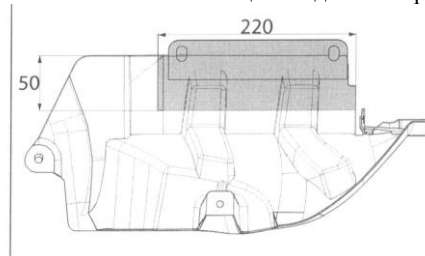

Рис.2 Вырез в боковом щитке.
4.8 В левом боковом щитке сделать вырез (см.рис.2) (при необходимости).